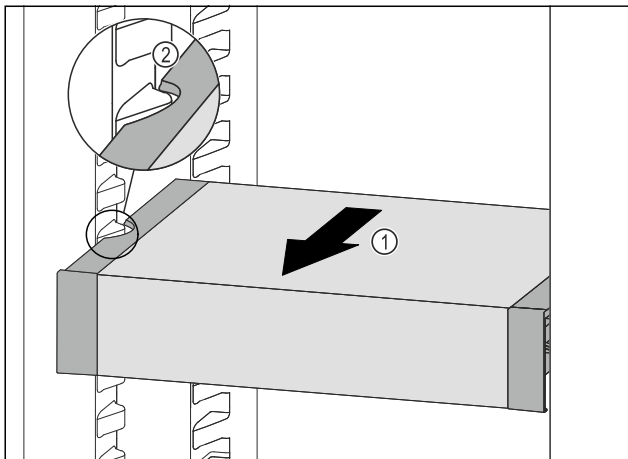

Fig. 80
- ▶ Вытягивайте VarioSafe вперед Fig. 80 (1), пока боковые выемки VarioSafe не окажутся на высоте выступа резервуара в холодильном отделении. Fig. 80 (2)